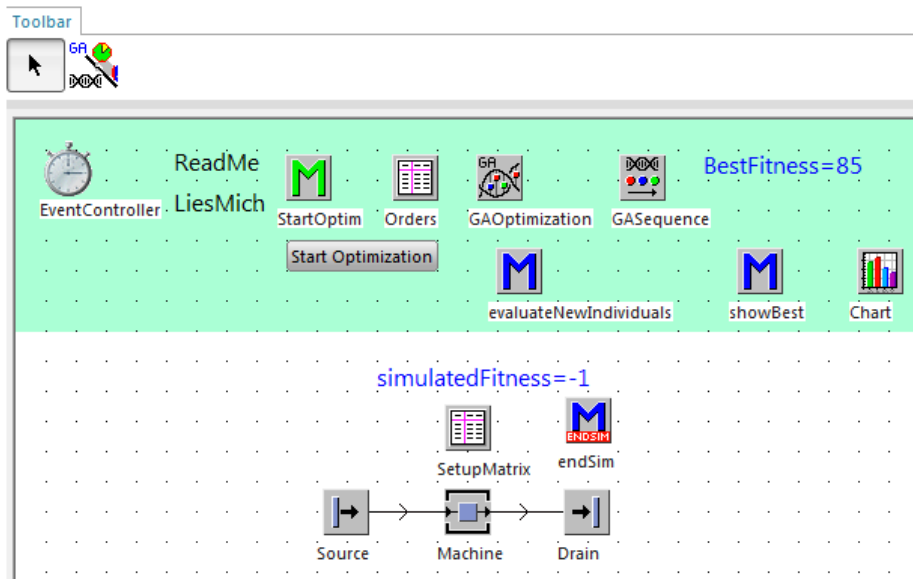

Рис. 1 – Використання базових об'єктів для GA
Для розв'язування задач оптимізації в Plant Simulation використовується Генетичний алгоритм (GA). Генетичний алгоритм — це еволюційний алгоритм пошуку, що використовується для вирішення задач оптимізації і моделювання шляхом послідовного підбору, комбінування і варіації шуканих параметрів з використанням механізмів, що нагадують біологічну еволюцію [2]. На рис. 1 показано приклад використання базових об'єктів для GA.